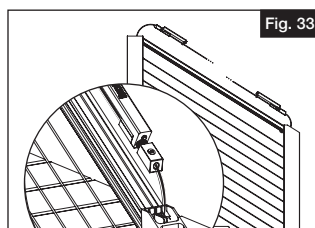

Fig. 33
- 6.** a. Faire passer le câble à travers le ressort de tension B et le tendeur. Placer le ressort de tension B et le tendeur dans le profilé supérieur au niveau du poteau du bas (Fig. 33).